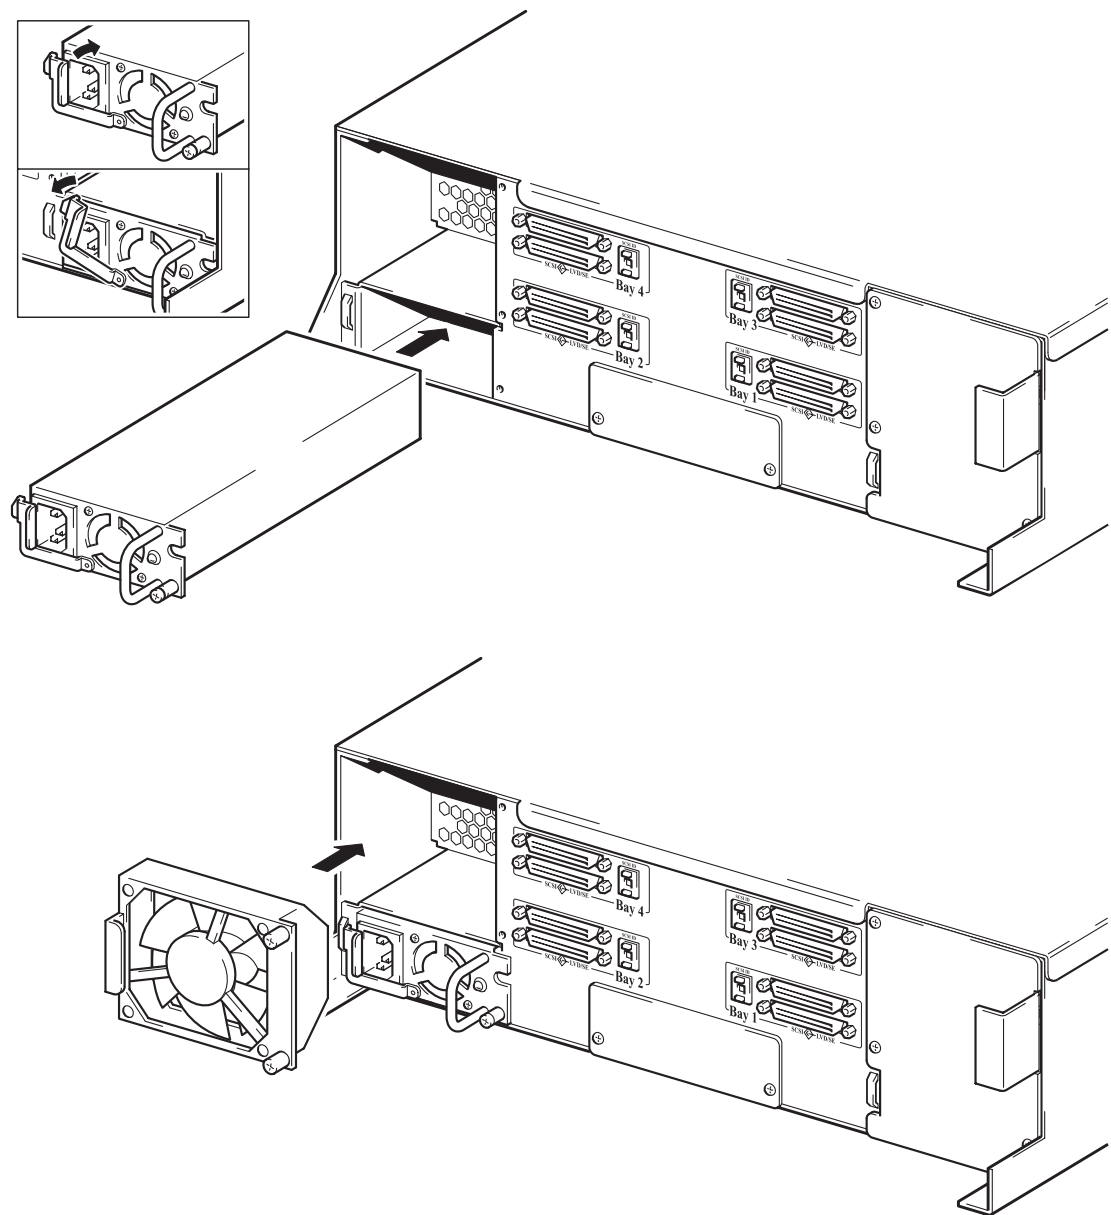

Рис. 11. Замена вентиляторов и блоков питания
- 2 Расположите новый вентилятор, как показано на Рис. 11. Вставьте вентилятор в отсек.
- 3 Расположите новый блок питания так, чтобы желтая этикетка с предупреждением находилась сверху. Вставьте блок питания в отсек, как показано на Рис. 11 (при этом кабель питания не должен быть подключен к блоку). Поверните рычаг по часовой стрелке и полностью задвиньте блок питания в отсек.